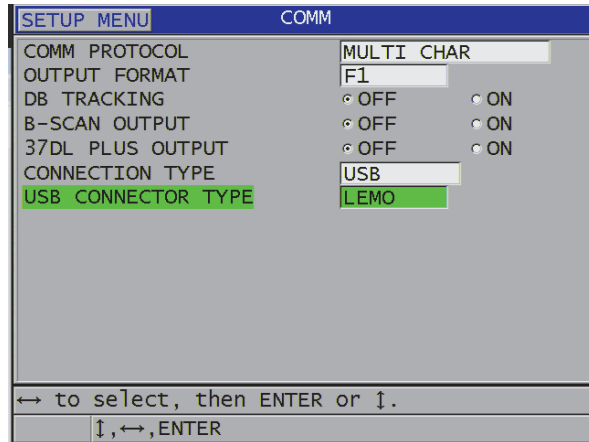

Figura 14-1 Selección de la conexión USB y el tipo de conector
6. En la pantalla **COMANDO**, determine el parámetro **TIPO CONEXIÓN** (CONNECTION TYPE) a **USB** (ver Figura 14-1 en la página 283).